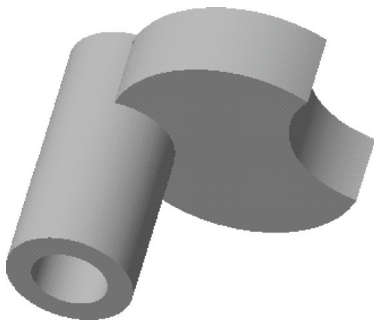

图 11-98 打开模型文件
STEP 01 单击快速访问工具栏中的“打开”按钮，打开模型文件，如图 11-98 所示。